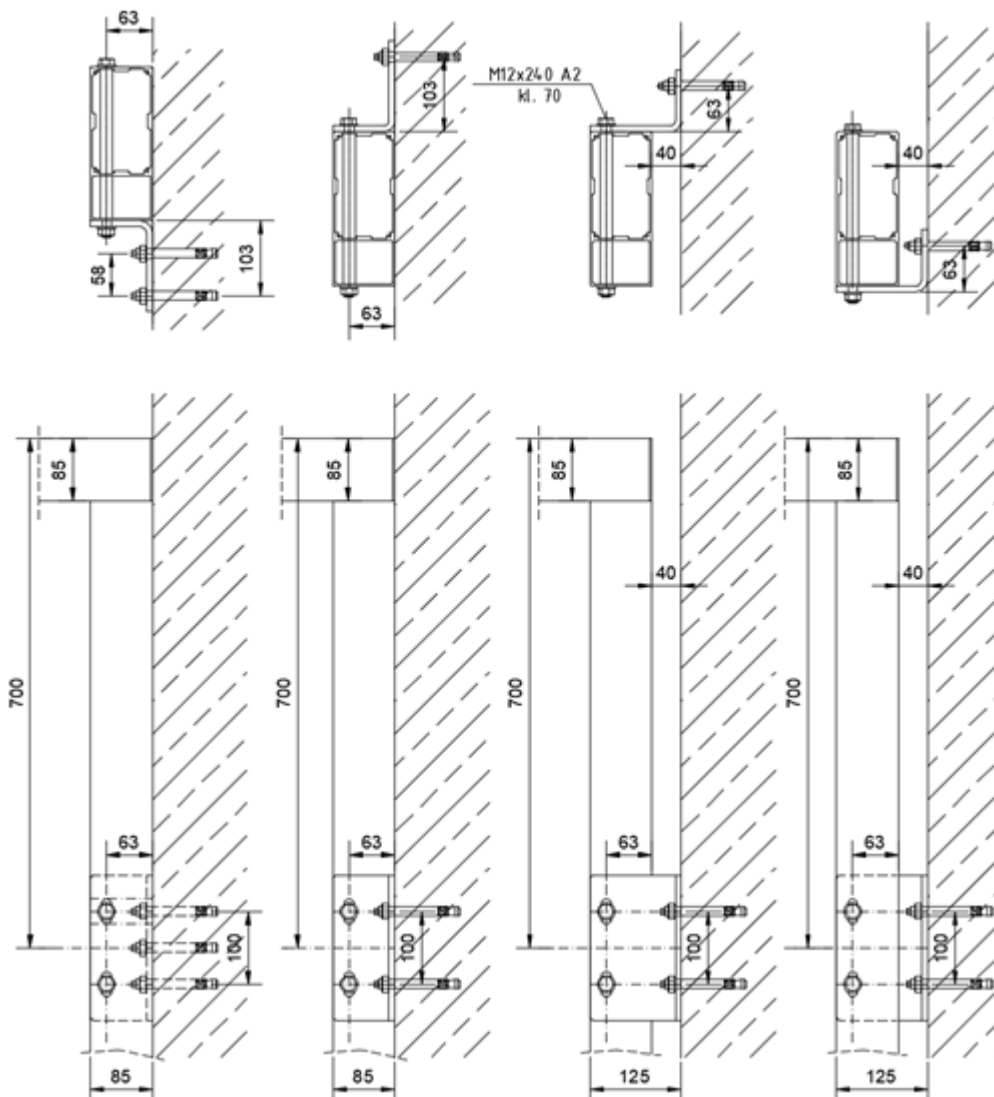

Fig. 62 Version mural raccourci (vue du côté et un plan d'en haut)
1. Déterminez l'emplacement des ancrages qui maintiennent les supports au mur. La poutre murale de la pergola comporte des trous verticaux espacés de 100 mm pour le serrage des supports. Ces trous sont situés à environ 700 mm des extrémités des trous de fixation de la pergola (fig. 62). Veillez tout particulièrement à maintenir le plan horizontal de la poutre de toit (c'est-à-dire l'axe horizontal pour toutes les fixations murales).
2. Fixez les ancrages dans le sol en fonction du système d'ancrage choisi. Fixez les deux supports muraux en utilisant les couples d'ancrage recommandés par leur fabricant. Lorsque le support est positionné comme un tabouret sans espacement, 3 ancrages sont nécessaires - deux inférieurs à 100 mm d'entraxe et le troisième supérieur à mi-espace (Fig. 62 et 57).